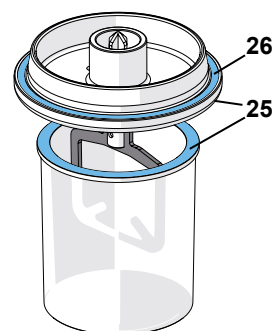

図. 10
- ⇒ カップ端部とカバー端部（25, 図. 10）が清潔であるように注意して下さい！